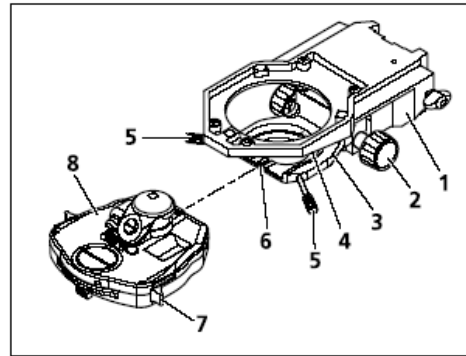

图 3-19 安装聚光镜
- 用滑杆（图 3-19/7）放下聚光镜的顶透镜（如果可切换的话）。松开聚光镜托架上的两个调中螺丝（图 3-19/5），直到您看不到此螺丝的后端为止。
- 用纵向调节的调整旋钮（图 3-19/2）向下调节聚光镜托架至最下端（图 3-19/3）。
- 将聚光镜（图 3-19/8）插入到聚光镜托架（图 3-19/3）和载物台托架（图 3-19/1）之间。在聚光镜底部槽（图 3-19/6）的方向调节销钉螺杆。
- 用燕尾环按下聚光镜，抵住聚光镜托架的弹簧箱（图 3-19/4），直到聚光镜可以水平安放在聚光镜托架上。
- 松开聚光镜，它的销钉螺杆会滑向前面的槽（图 3-19/6）。